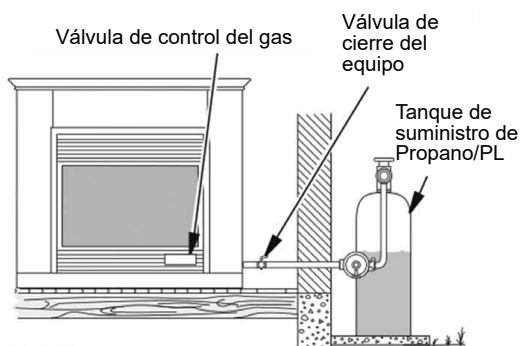

Fig. 18.1 - Revisión de las juntas de gas (Propano/PL solamente)
3. Revise todas las juntas del medidor de gas a la válvula de cierre del equipo (Ver Fig. 18.1 o 18.2). Aplique una mezcla de jabón líquido y agua en las juntas de gas. Si se forman burbujas, puede haber una fuga.
(Ver Fig. 18.1 o 18.2) Aplique una mezcla de jabón líquido y agua en las juntas de gas.